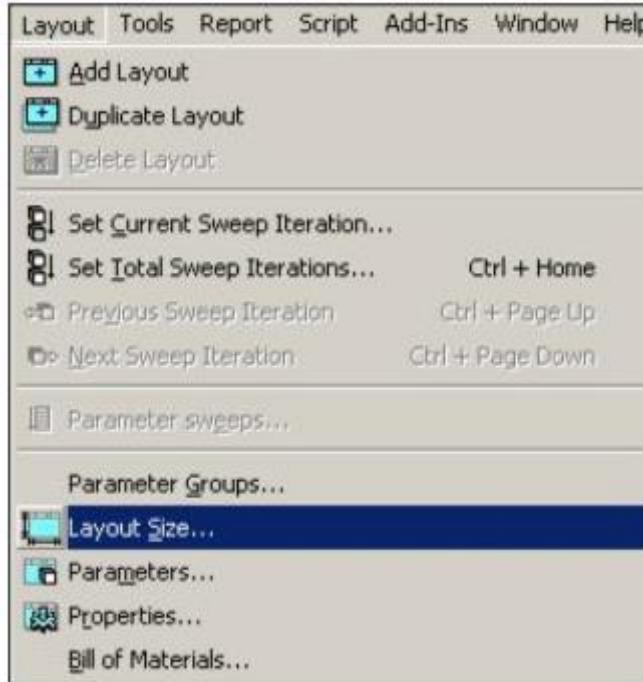

Figura 11: Disposición de menú
1. En la barra de menús, seleccione Diseño> Tamaño de diseño (véase la Figura 11).